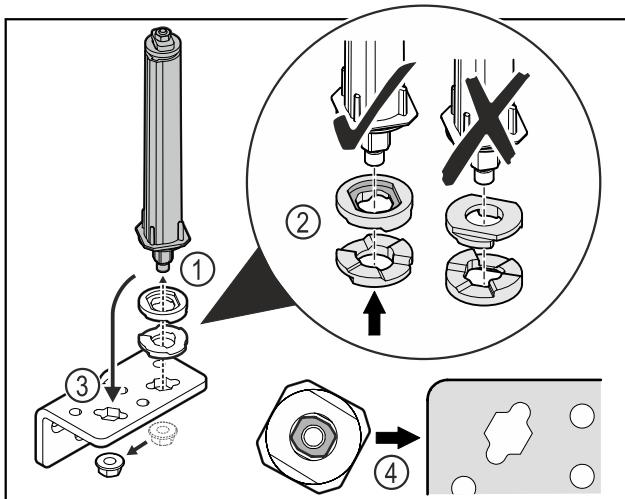

Fig. 47
- Desfaceți piulița și îndepărtați sistemul de închidere a ușii Fig. 47 (1).
- Aveți în vedere alinierea corectă a șabilor de reglaj pe înălțime Fig. 47 (2).
- Mutăti sistemul de închidere a ușii în colțarul balamalei și fixați cu piulița Fig. 47 (3).
- La utilizare aveți în vedere alinierea corectă a sistemului de închidere a ușii Fig. 47 (4).